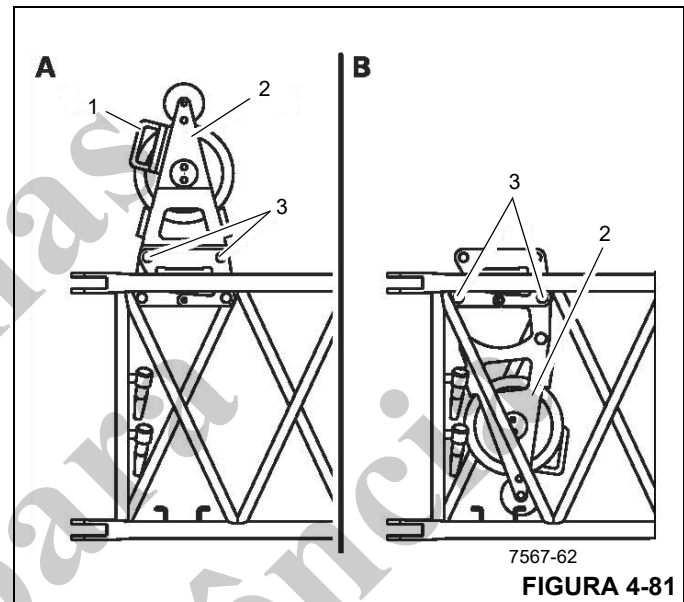

FIGURA 4-81
1. Remova os grampos de retenção dos pinos (3) (Figura 4-81).
2. Segure a polia defletora pela alça (1) e retire os pinos (3).
3. Dobre a polia defletora (2) para baixo e a prenda na posição com os pinos (3).
4. Prenda os pinos (3) usando grampos de retenção.